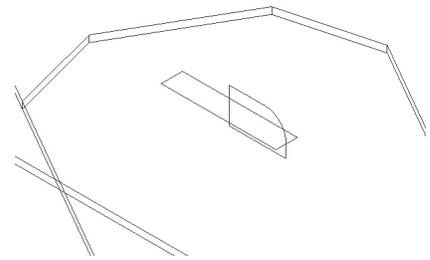

Fig. 55
Step 9. Key-in **2.114, 1.484** and press ENTER, **Fig. 55**.